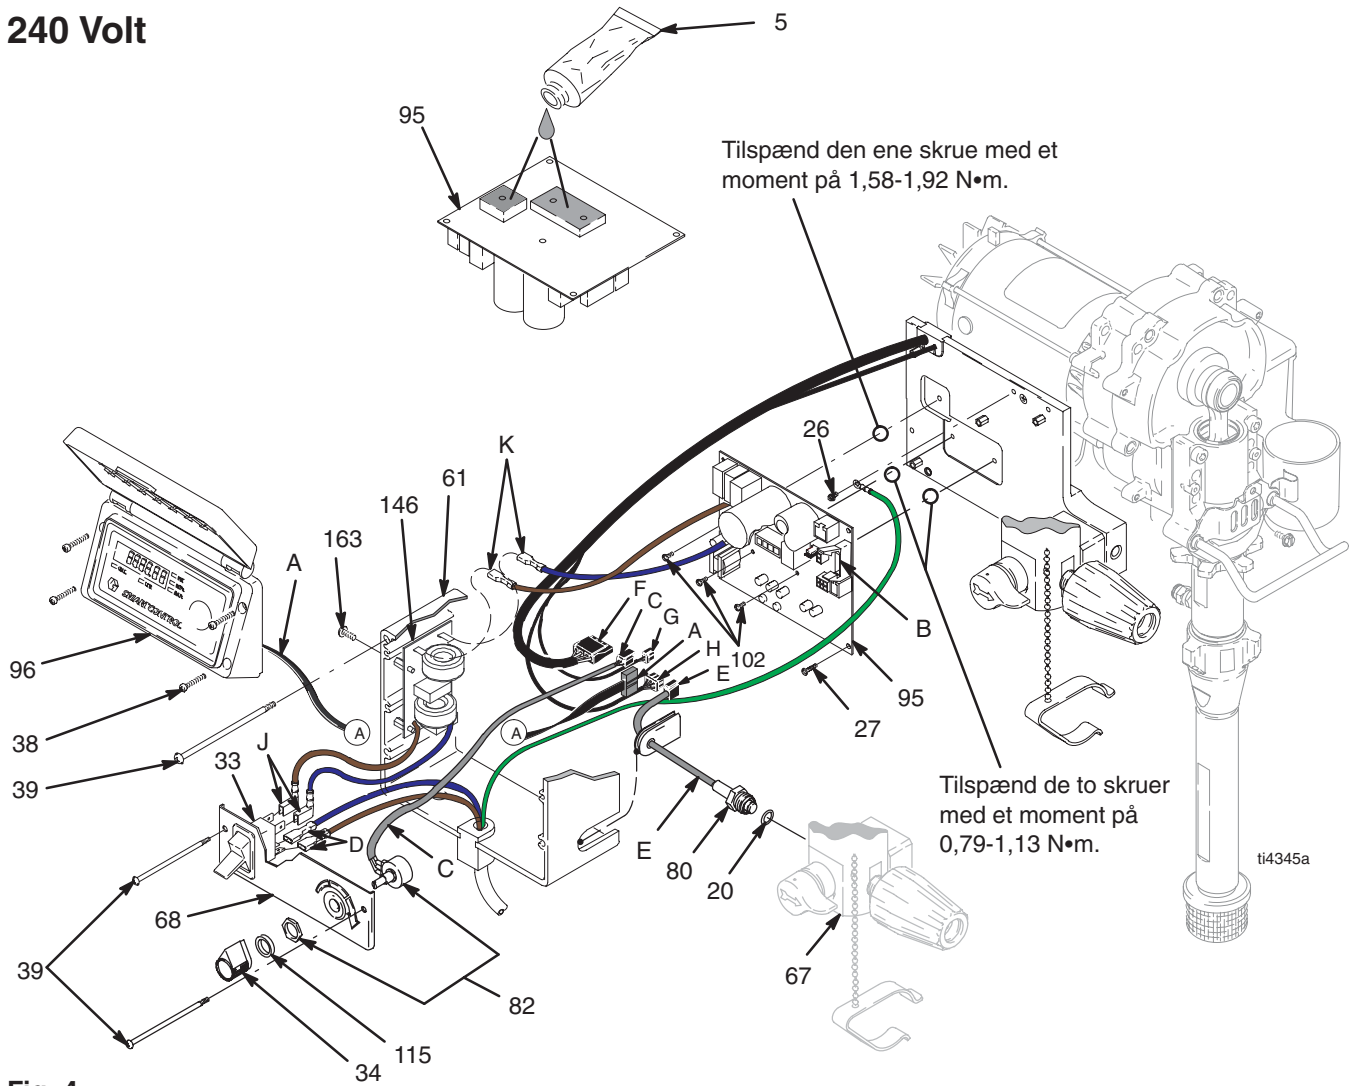

Fig. 4
- Fig. 4. Fjern de fire skruer (38) og dækslet (96).
- Kobl displayledningen (A) fra motorens printkort (95).
- Afmonter de to bageste skruer (39). Kobl potentiometerledningen (C) fra motorprintkortet (95). Kobl elkabelstikkene (D) og filterprintkortstikkene (J) fra ON/OFF-kontakten (33), og afmonter betjeningspanelet (68).
- Kobl motorprintkortets strømledninger (K) fra filterprintkortet (146).
- Afmonter de to øverste skruer (39) og styreboksen (61).
- Kobl transducerledningen (E) fra motorprintkortet.
- Afmonter de fem skruer (27), de tre skruer (102) og motorprintkortet.
- Fjern de fire skruer (163) fra filterprintkortet (146).
- Fig. 4. Påfør en lille mængde termomasse 110009 (5) på de grå områder bag motorprintkortet (95).
- Fig. 4. Monter filterprintkortet (146) med de fire skruer (163).
- Kobl motorprintkortets strømledninger (K) til filterprintkortet (146).
- Kobl filterprintkortets strømledninger (J) til de to øverste klemmer på ON/OFF-kontakten (33) og elkabelledningerne (D) til de to nederste klemmer på ON/OFF-kontakten.
- Kobl potentiometerledningen (C) til motorprintkortet (95).
- Monter betjeningspanelet (68) med de to skruer (39).
- Kobl displayledningen (A) til motorprintkortet (95).
- Monter dækslet (96) med de fire skruer (38).